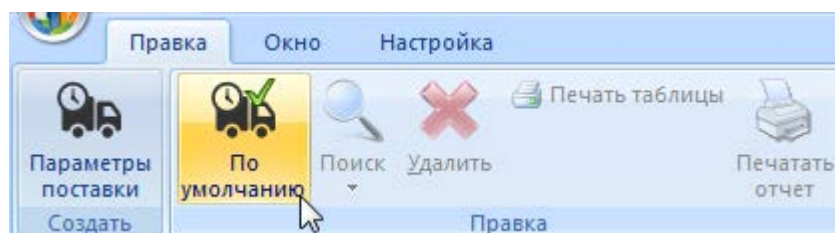

Рис. 9-45 – Вкладка «Правка»
7) После создания параметров поставки необходимо указать, какой из маршрутов будет использоваться по умолчанию. Для этого в окне связанных объектов выбрать поставку и нажать кнопку «По умолчанию» панели «Правка» (рис. 9-45).